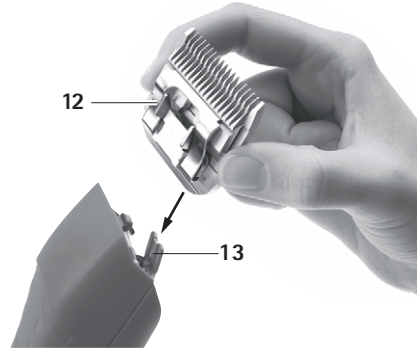

Abb. 2
- Scherkopf 12 auf geöffnetes Messerscharnier 13 stecken, siehe Abb. 2.
- Scherkopf 12 leicht in Richtung Schermaschine FAV5 CL/Fortis drücken, siehe Abb. 2. Scherkopf 12 rastet hörbar ein.